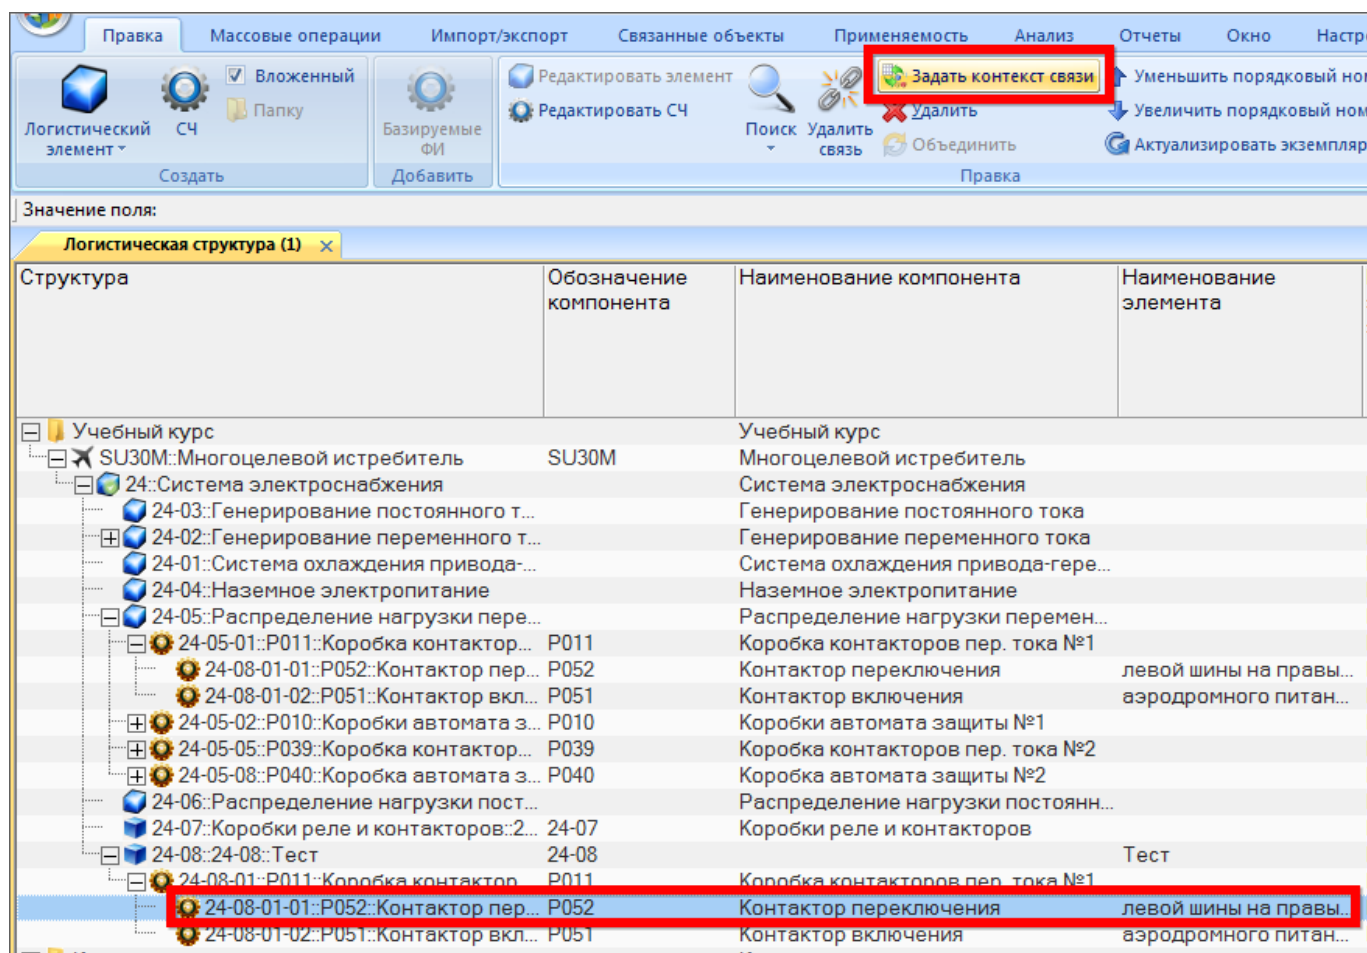

Рис. 10-21 – Выполнение команды для задания контекста связи
- 1) в окне «Логистическая структура» выбрать компонент в составе сборки и нажать на кнопку «Задать контекст связи» панели «Правка» (рис. 10-21). Кнопка доступна при выборе компонента в ЛСИ;